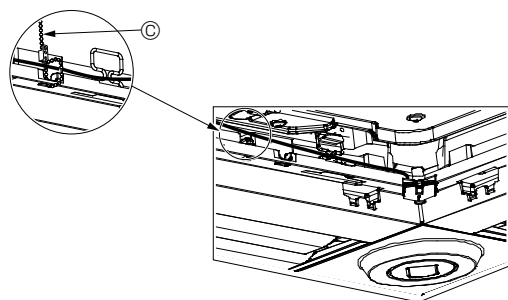

Fig. 10-12
- Зафиксируйте провода датчика i-See и приемника сигнала на панели с помощью зажима, как показано на схеме, чтобы провода не провисали, после чего отрежьте лишнюю часть зажима. (Fig. 10-12)
- Если положение датчика i-See было изменено с "o" (E) на положение "□" (F), измените настройки функции. (См. стр. 198.)